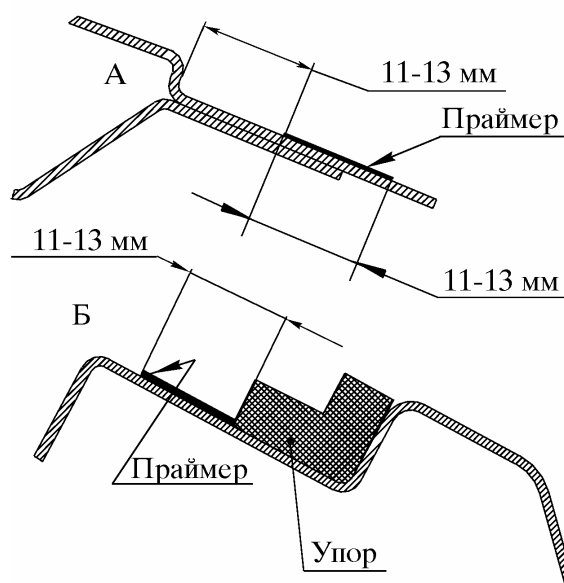

Рис. 11. Нанесение праймера на поверхность фланца ветрового окна: А - верхняя часть проема окна, Б - нижняя часть проема окна
6.9. Нанести полосу праймера для лака (рис.11) шириной 11 - 13 мм с помощью аппликатора только на те участки фланца, на которых не осталось застывшего клея (см. рис. 11).